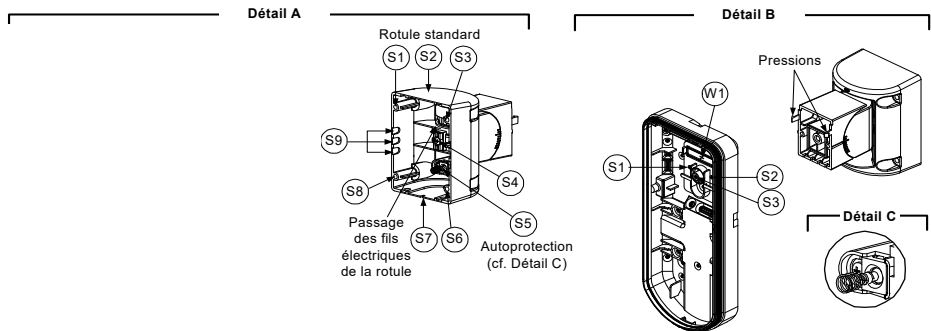

Figure 7
3. Percez les entrées pré-percées du socle externe (Figure 7, Détail B)
4. Retirez de la rotule la pastille requise pour son branchement électrique S2, S7 ou S9 (Figure 7, Détail A).
5. Retirez l'autoprotection arrière du socle interne (cf. § "Changement de position de l'Autoprotection arrière") et reliez-la au point S5 (Figure 7, Détail A) de la rotule standard.
- a. Introduisez les fils électriques externes à travers les pastilles pré-percées S2, S7 ou S9 et faites-les ressortir (y compris les fils de l'autoprotection) par le passage de la rotule prévu à cet effet (Figure 7, Détail B).
7. Insérez les fils électriques de l'autoprotection ainsi que les câbles externes en partant de la rotule standard et en passant par la pastille pré-percée W1 du socle externe (Figure 7, Détail B).